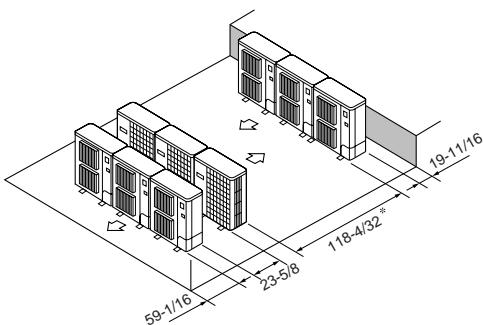

Fig. 2-13
⑥ Disposición en paralelo de varias unidades (Fig. 2-13)